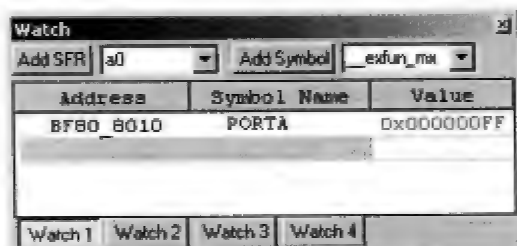

图 1-6 PortA 的内容发生变化后的 Watch 窗口
(1) 重新生成工程 (既可以选择 Project | Build All，也可以按 Ctrl + F10 组合键，还可以单击工程工具栏中的 Build Add 按钮)。
(2) 执行一系列的单步执行命令后，就会得到想要的结果 (参见图 1-6)！